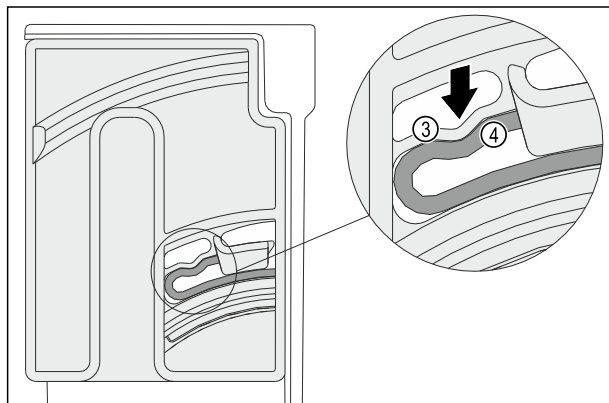

Fig. 137
- Elastičan element Fig. 137 (3) okretno jedinice čujno se uglavljuje u okrugli oblik žlijeba Fig. 137 (4).